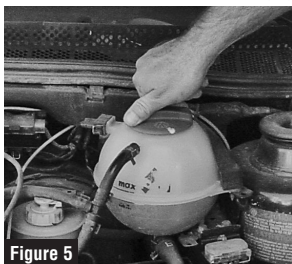
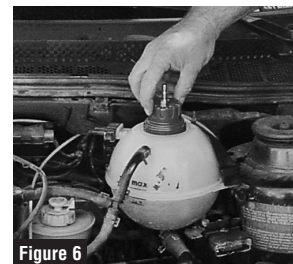

Figure 5
Figure 6
- Retirer avec précaution le bouchon fileté du vase d'expansion de liquide de refroidissement. Voir Figure 5. Sélectionner un adaptateur adapté au filetage du vase d'expansion. Visser l'adaptateur dans le vase d'expansion jusqu'à ce qu'il soit bien placé. Voir Figure 6.